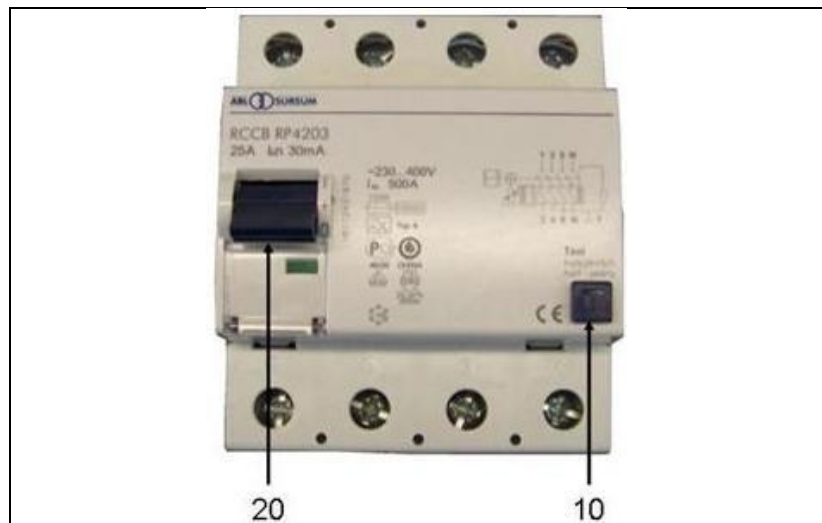

Abb. 5-1: FI-Schutzschalter
2. Zusätzlich ist durch den Benutzer arbeitstäglich durch Betätigen der Prüftaste (*siehe Abb. 5-1-(10)*) der Fehlerstrom-Schutzeinrichtung (RCD) die mechanische Funktion der Auslösung zu prüfen.
2. Schutzschalter (siehe Abb. 5-1-(20)) in Pos-1 bringen.
3. Testschalter (siehe Abb. 5-1-(10)) betätigen.
- ✓ Die Position des Schalters (siehe Abb. 5-1-(20)) zeigt das Ergebnis an: